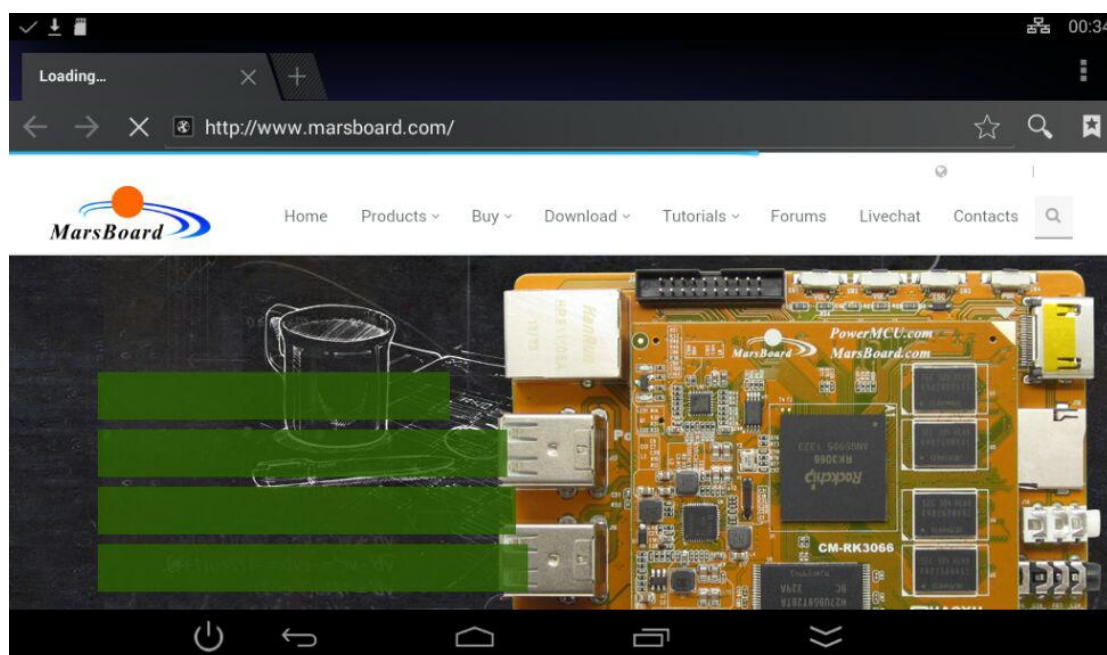

图 15. 用 Android 自带浏览器浏览网页
- 6) 正常情况下可以浏览网页, 参见图 15. 用 Android 自带浏览器浏览网页。